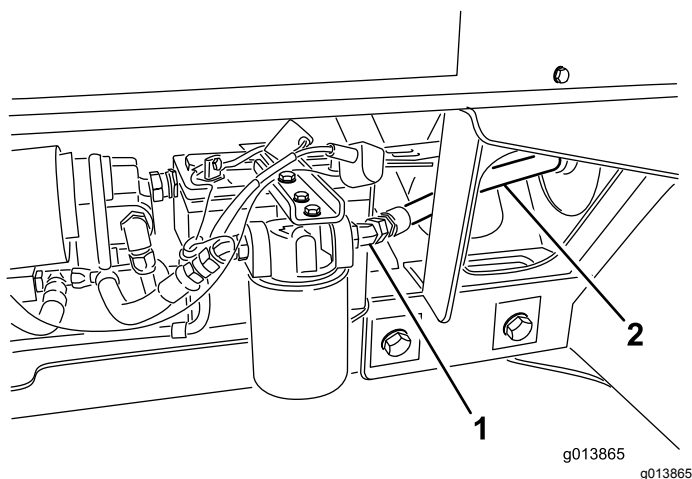

Figure 11
37. Raccordez le flexible hydraulique n° 3 à la sortie du filtre (**Figure 11**).